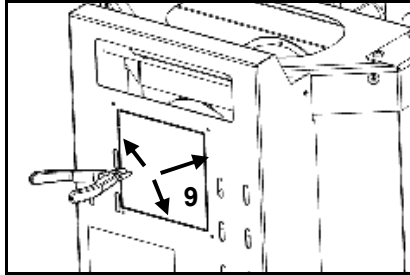

Figura 71 – Retirada de la tapa posterior
g) En la parte posterior del equipo, retire la tapa marcada en la Figura 71, cortando en las áreas marcadas con un alicate de corte (9).